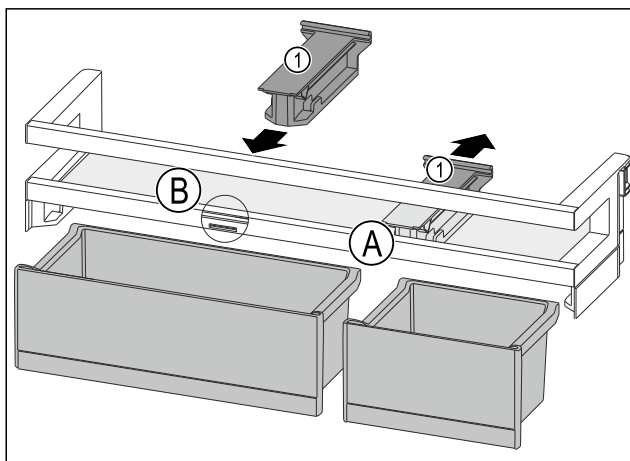

Fig. 172
- ▶ Držák Fig. 172 (1) v poloze Fig. 172 (A) stáhněte dozadu.
- ▶ Držák Fig. 172 (1) vložte v poloze Fig. 172 (B).